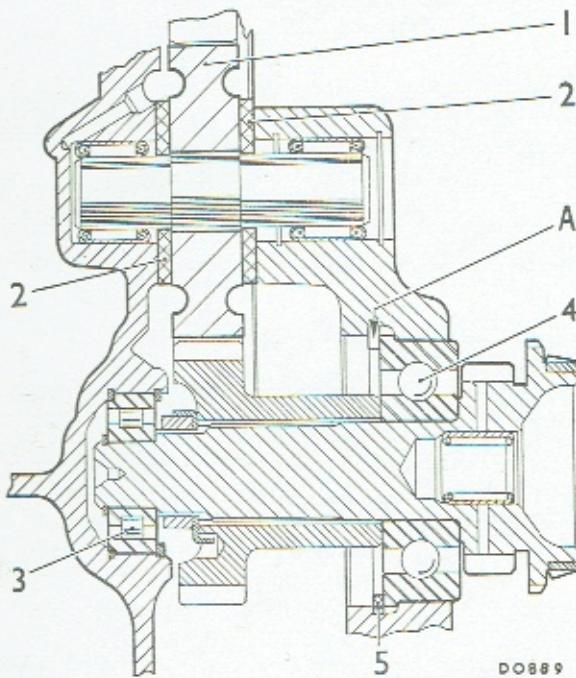

Fig. F.3
- rekte tykkelse låsering, der skal bruges til at holde lejet. Prøv den tykkeste side af måleren først; de to størrelser er mærket på håndtaget. Der henvises til fig. F.3, som illustrerer denne anvisning, og monter den låsering, der udvælges ved hjælp af skemaet under fig. F.3.
- 39) Monter svinghjulshuset med en ny pakskive og spænd til den under 'Specifikationer' anførte tilspændingsværdi. Kontroller med søgere at mellemhjulet har et endeslør på 0,003-0,008" (0,08-0,2 mm), se fig. F.3. Til justering fås trykskiver, der i tykkelse varierer fra 3,34 til 3,54 mm.